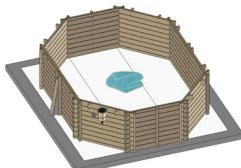

Fig. 32
**B** Placez le liner au centre de la piscine (figure 32) et le déplier à partir de ce centre (figure 33). Répartissez de façon égale le jeu existant entre la dimension du liner et la dimension de la structure sur tout le pourtour.
**B** Platzieren Sie den Liner in der Mitte des Pools (Abb. 32) und entfalten Sie ihn von dort aus (Abb. 33). Verteilen Sie das Spiel zwischen den Maßen des Liners und denen des Tragwerks gleichmäßig auf dem ganzen Umriss.